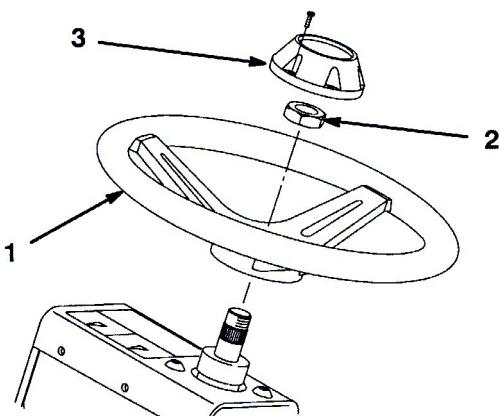

図7
- ジャムナットで固定し(図7)、2.8~3.5 kg.mにトルク締めする。
- キャップを取り付け、ネジで固定する(図7)。